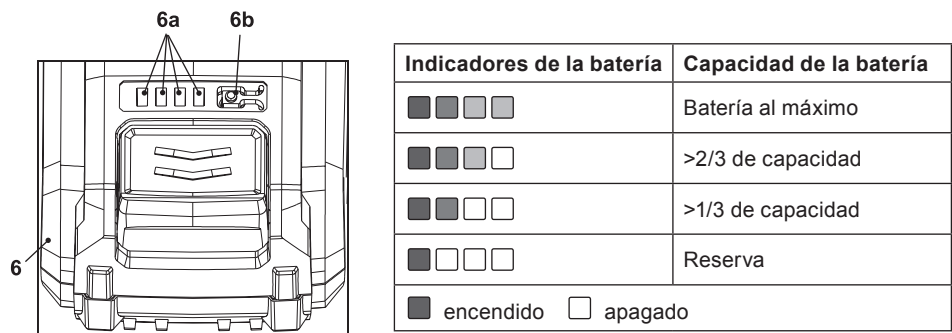

Fig. 4
La batería de iones de litio (6) está equipada con cuatro indicadores de carga de la batería (6a) que indican la capacidad restante de esta. Pulse el botón de encendido (6b) para comprobar la capacidad de la batería (Fig. 4).